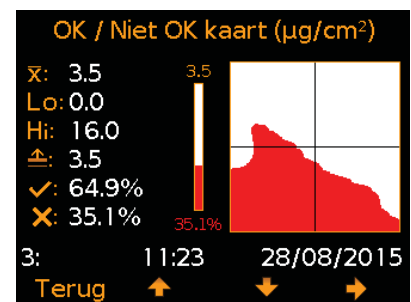

Fig. 18: OK / Niet OK kaart
- 4) OK / Niet OK kaart (Fig. 18)